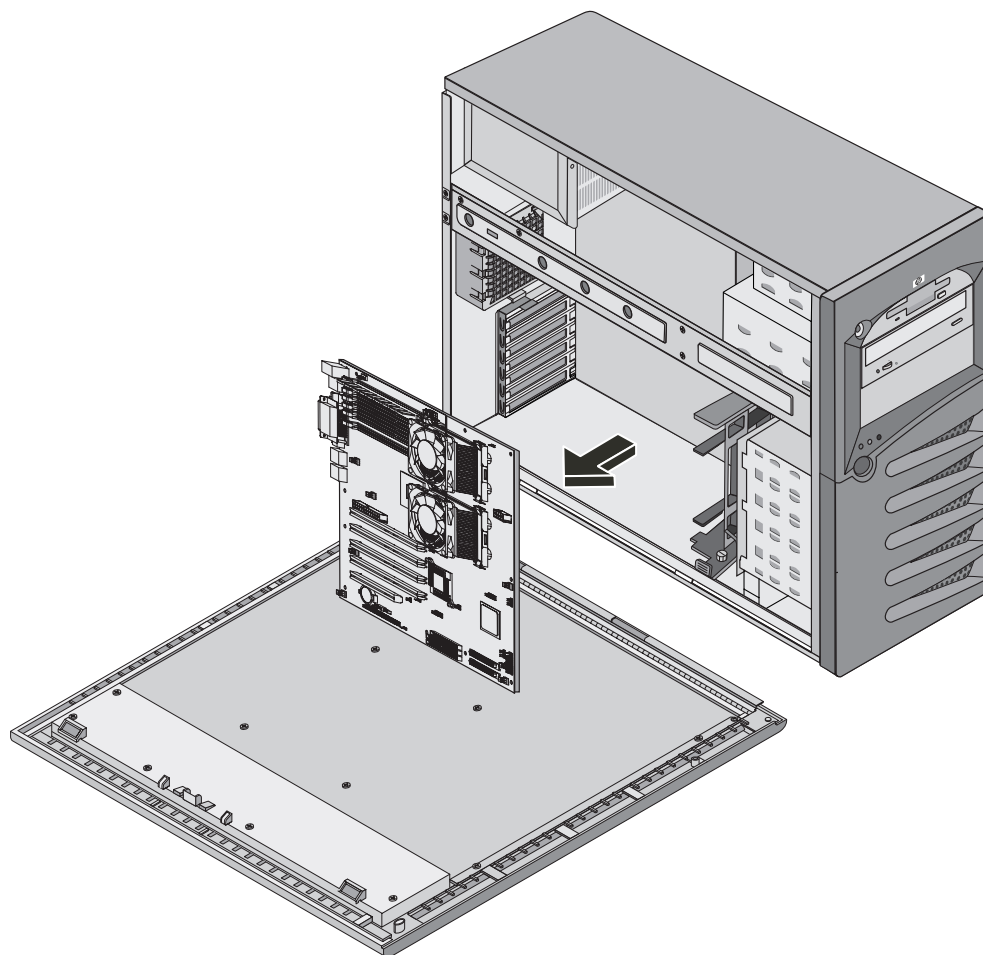

图 5-4: 取出主板
12. 向前滑动主板，然后向上提，将其拉出机箱。请参阅图 5-4。